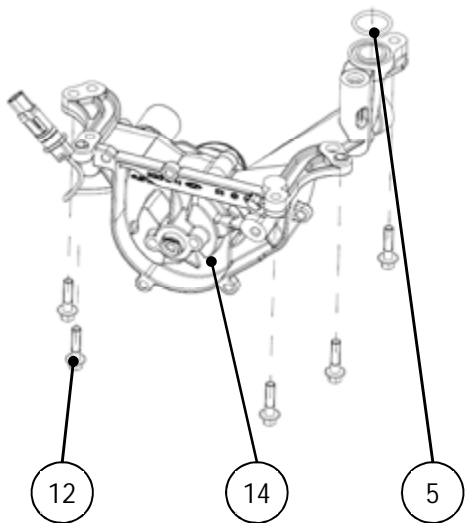

图 G-5 机油泵装配
- 1) 将 O 型圈⑤装入图 G-5 所示的机油泵⑭出油口处的沟槽内，放平整。